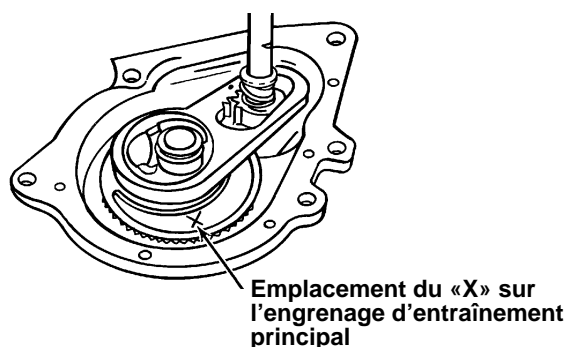

Figure 1
1. Examiner l'engrenage d'entraînement principal pour voir s'il comporte un «X». Voir la Figure 1.